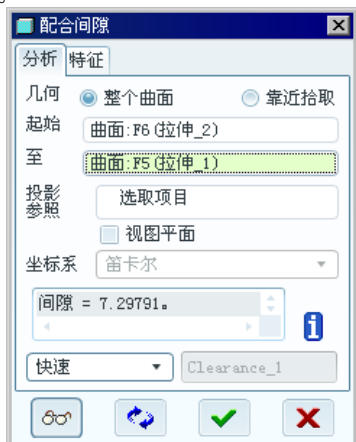

图 8.2.5 “配合间隙”对话框
Step3. 在弹出的“配合间隙”对话框中, 打开 **分析** 选项卡, 如图 8.2.5 所示。
Step6. 在图 8.2.5 所示的[分析]选项卡的结果区域中, 显示出分析后的结果。